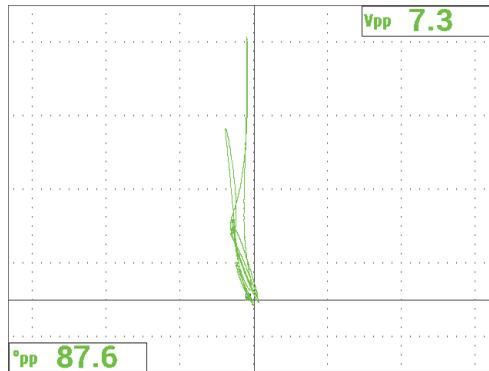

Figura 5-36 Il segnale dopo la scansione completa del campione
6. Premere il tasto FREEZE (❄) per sbloccare l'acquisizione, premere il tasto FULL NEXT (➡) per passare alla modalità a schermo intero, posizionare la sonda sul campione (il lato più lungo della sonda ancora parallelo agli intagli) ed in seguito premere il tasto A-LIFT NULL (⊕) per scansionare completamente il campione. Il segnale risultante è illustrato nella Figura 5-36 a pagina 161.